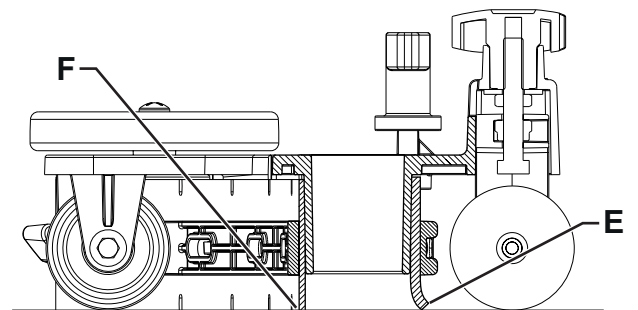

Abbildung 3
- Die Sauglippe (A, Abb. 3) einbauen und mit den Sterngriffen (B) am Bügel (C) befestigen.
- Wenn erforderlich, die Sauglippe mit dem Knopf (D) so einstellen, dass der hintere Gummi (E) und der vordere Gummi (F) den Boden berühren, wie in der Abbildung gezeigt.